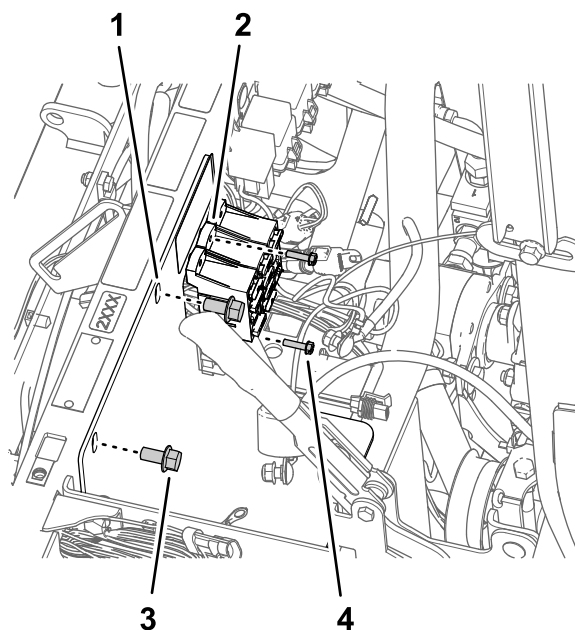

Figure 172
3. Retirez les boulons (10"-24 x 3/4") et les écrous (10"-24) qui fixent les porte-fusibles au support de batterie (Figure 172).
4. Retirez les 2 boulons à embase (3/8" x 3/4") qui fixent le support de batterie au tube de support amortisseur de la machine (Figure 172).